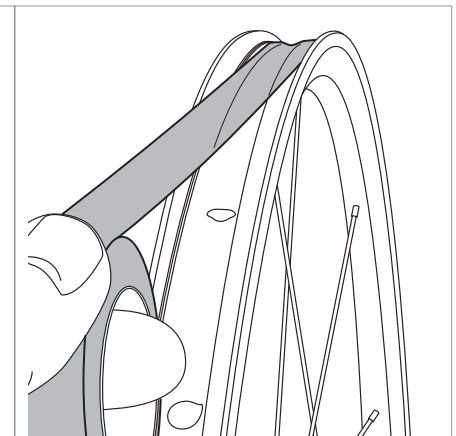

Abb.5
- Das Band entlang der Felge abrollen und dabei in den Mittelkanal drücken. Versuchen, es zu den Innenseiten der Felge zentriert zu halten (Abb. 5).